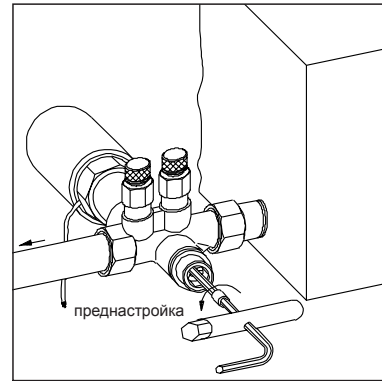

рис. 1:
- 3 Поворачивая шестигранный ключ №4 влево на выбранное из диаграммы число оборотов, настроить вентиль (рис. 1).